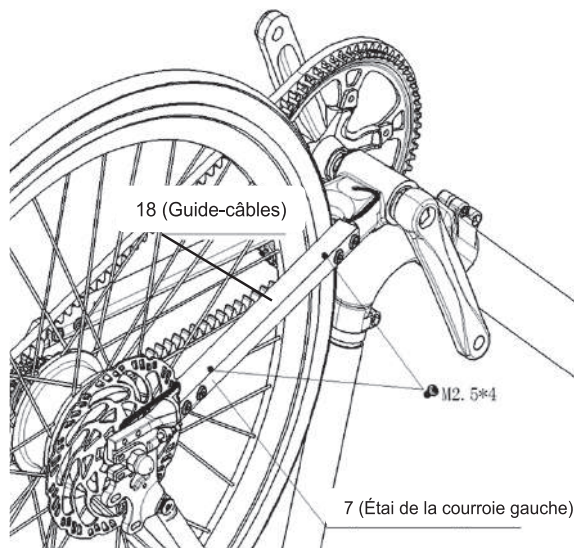

Figure 37-1.
c. Utilisez la pièce 18 pour couvrir le câble du moteur, puis utilisez un tournevis pour verrouiller les deux boulons M2,5*4 mm de la pièce 7, comme indiqué sur la Figure 37-1.